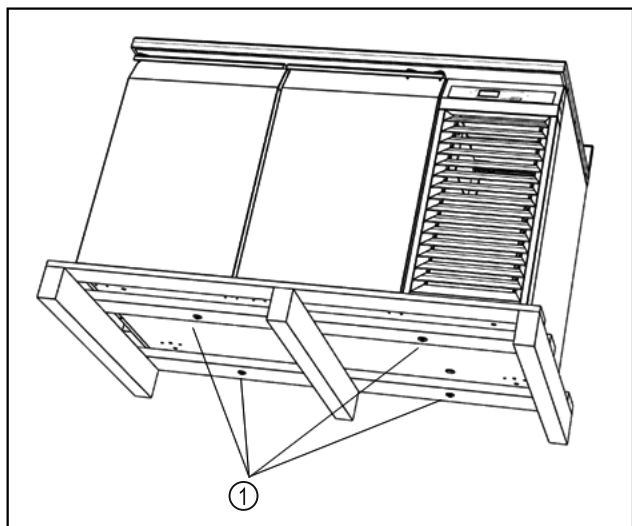

Fig. 7
- ▶ Távolítsa el a csavarokat. Fig. 7 (1)